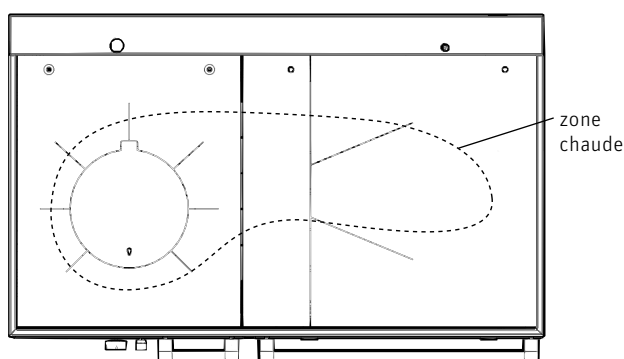

Fig.11 La zone la plus chaude pour cuisiner se trouve sur le couvercle de cuisson perforé – vue sur la table de cuisson
- La zone la plus chaude pour cuisiner se trouve au-dessus du couvercle de cuisson perforé – Fig. 11. La température de table de cuisson diminue vers le four.